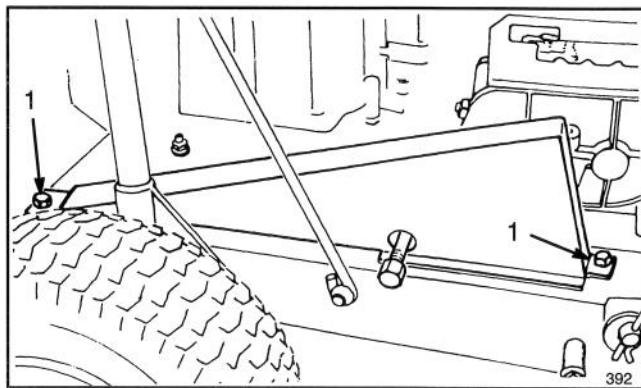

Figure 22
1. Retirer les deux vis de fixation du carter de chaîne au châssis de la machine, et déposer le carter de chaîne (Fig. 22).